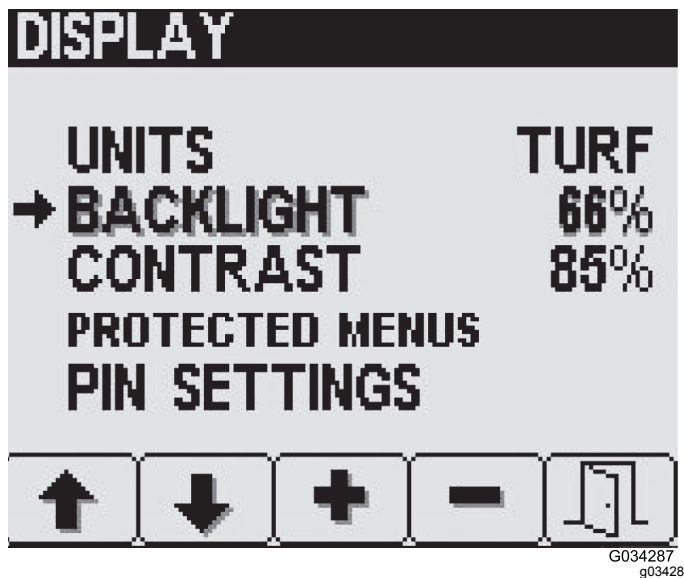

图28
2. 在 Display 显示菜单屏幕按 2 号按钮导航至 Backlight 背光选项或 Contrast 对比度选项 图28。
3. 按 3 号按钮上升或 4 号按钮下降为 LED 显示屏调节背光亮度和对比度 图28。